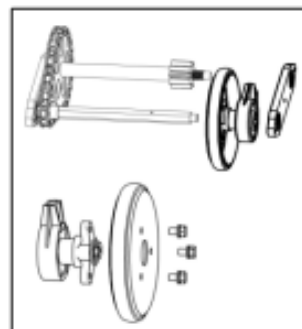

Figure 27
- Retirez les trois vis qui fixent les plaques latérales de la roue de friction et remplacez uniquement la bague en caoutchouc. Voir la figure 27.